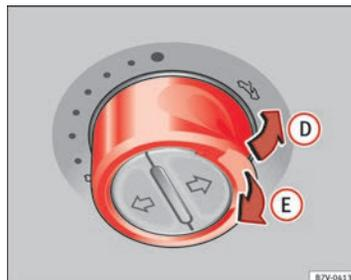

Fig. 58 Dans le ciel de pavillon : appuyez sur la commande et tirez-la pour lever et fermer le toit.
⇒ fig. 58
- *Toit coulissant panoramique* : pendant les 5 secondes après le déclenchement du dispositif anti-pincement, maintenez la commande tirée vers l'arrière ⇒ fig. 58 (flèche E) jusqu'à ce que le toit panoramique coulissant soit complètement fermé.